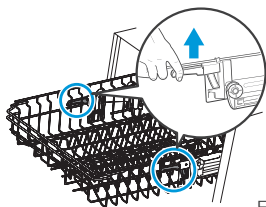

Fig. 2
2. Para abaixar o cesto superior, levante as alças de ajuste de cada lado para soltar o cesto e abaixe-o até a posição inferior (Fig. 2). Este processo deve ser realizado cuidadosamente.